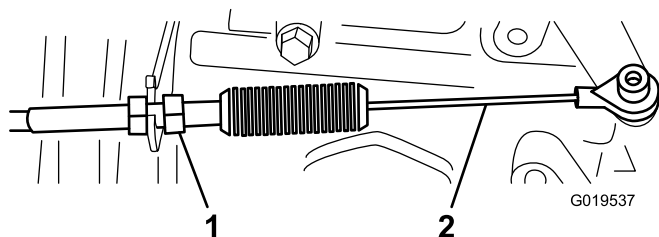
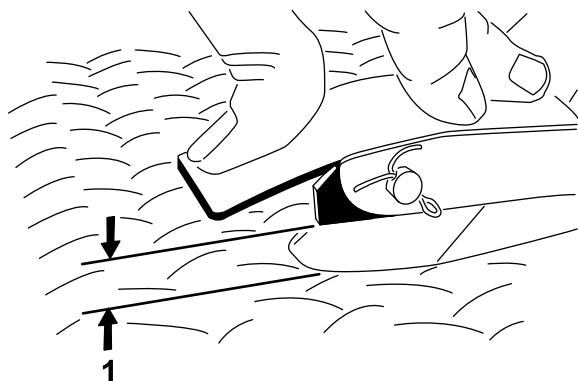

Figure 67
Figure 68
2. Réglez la rotule sur le câble d'accélérateur (Figure 67) pour obtenir une garde de 2,54 à 6,35 mm entre la pédale d'accélérateur et le haut du plancher quadrillé (Figure 68) lorsqu'une force de 11,3 kg est appliquée au centre de la pédale.
3. Serrez le contre-écrou (Figure 67).